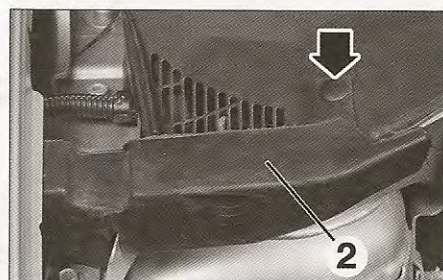

FIG. 14
- los topes de goma (2) en ambos lados (fig. 14).